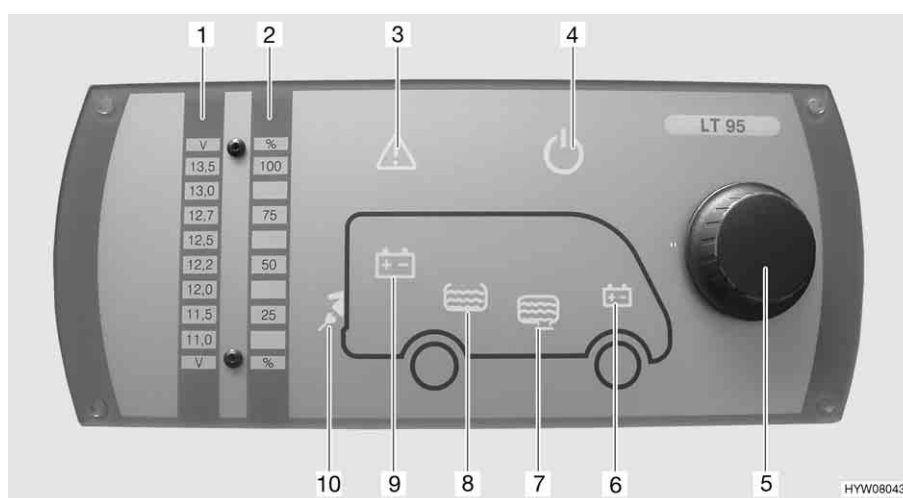

Fig. 131 Pannello di controllo (LT 95)
Il pulsante a rotazione (Fig. 131,5) inserisce o disinserisce il pannello di controllo e l'alimentazione a 12 V dell'abitacolo.
- Premere il pulsante a rotazione (Fig. 131,5): L'alimentazione a 12 V dell'abitacolo è inserita. La spia di controllo a 12 V (Fig. 131,4) diventa verde.
- Premere il pulsante a rotazione (Fig. 131,5): L'alimentazione a 12 V dell'abitacolo è disinserita. La spia di controllo a 12 V (Fig. 131,4) si spegne.
Mediante il pulsante a rotazione (Fig. 131,5) si possono interrogare sia la tensione della batteria dell'abitacolo che la tensione della batteria di avviamento. La tensione viene visualizzata sulla scala indicatore per la tensione della batteria (Fig. 131,1).
- Ruotare il pulsante a rotazione (Fig. 131,5) in senso orario, finché si accende il simbolo della batteria della quale deve essere interrogata la tensione.
- Leggere la tensione sulla scala indicatore della tensione della batteria (Fig. 131,1).
Mediante il pulsante a rotazione (Fig. 131,5) si possono interrogare sia il livello del serbatoio dell'acqua che il livello del serbatoio delle acque grigie. Il livello viene visualizzato sulla scala indicatore livello dei serbatoi (Fig. 131,2).
- Ruotare il pulsante a rotazione (Fig. 131,5) in senso orario, finché si accende il simbolo del serbatoio del quale deve essere interrogato il livello.
- Leggere il livello sulla scala indicatore del livello serbatoio (Fig. 131,2).
La spia luminosa Alarm (Fig. 131,3) lampeggia non appena i valori limite fissati vengono superati per eccesso o per difetto.
La spia luminosa Alarm (Fig. 131,3) lampeggia non appena la tensione della batteria scende al di sotto di 11 V. Se l'alimentazione a 12 V è accesa, si accende anche il relativo simbolo della batteria (Fig. 131,6 o 9), e l'indicatore "11,0" sulla scala indicatore della tensione della batteria (Fig. 131,1) lampeggia. Rischio di uno scaricamento totale della batteria.
La spia luminosa Alarm (Fig. 131,3) lampeggia ed il relativo simbolo del serbatoio (Fig. 131,7 o 8) si accende non appena il serbatoio dell'acqua è vuoto o il serbatoio delle acque grigie è pieno.
La spia di controllo a 230 V (Fig. 131,10) si accende quando all'ingresso della centralina elettrica è presente una tensione di rete.